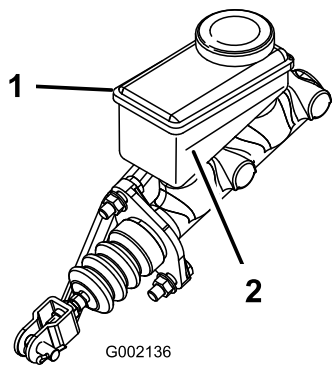

Figura 52
5. Osservate la linea del livello del fluido sul lato del serbatoio (Figura 52).
- B. Aggiungete il fluido dei freni DOT 3 al serbatoio, in modo che il livello del fluido sia superiore alla linea del minimo (Figura 52).